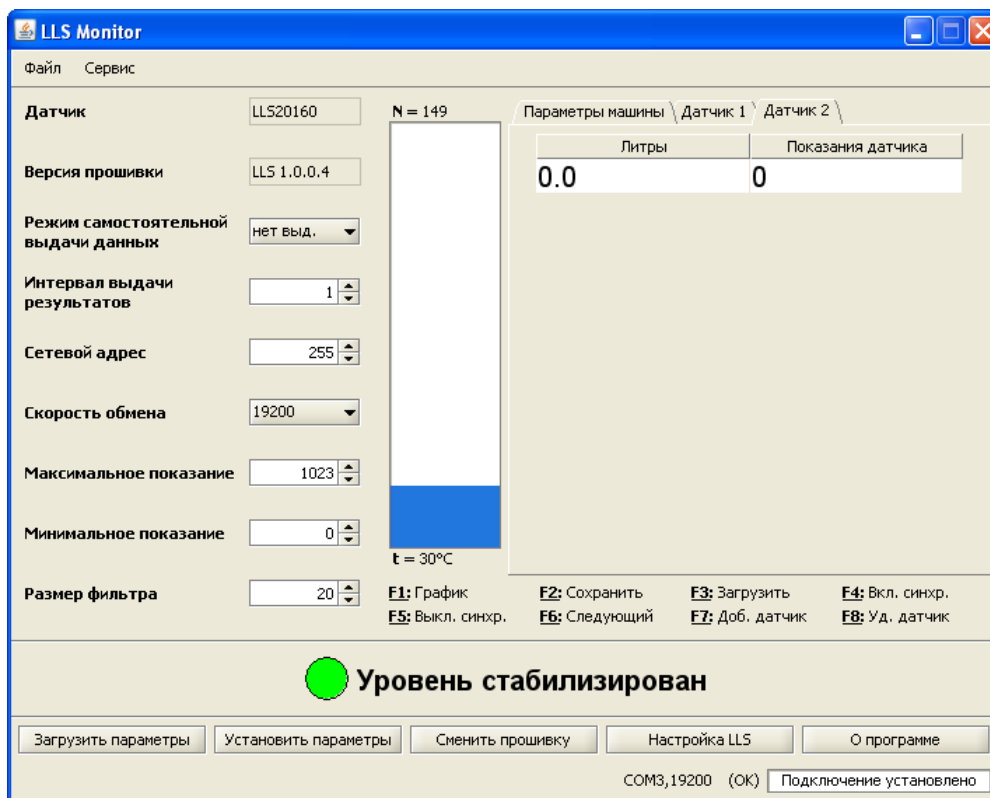

Рисунок 36
4) Добавить шаблон тарифовочной таблицы для второго изделия. Нажать кнопку «F7». Откроется окно (Рисунок 36), во вкладках «Датчик 1» и «Датчик 2» которого находятся шаблоны тарифовочных таблиц для двух изделий.
12) Открыть вкладку «Датчик 2» (Рисунок 36). В столбце «Литры», указать объем топлива соответствующий первой контрольной точке (Рисунок 35), в столбце